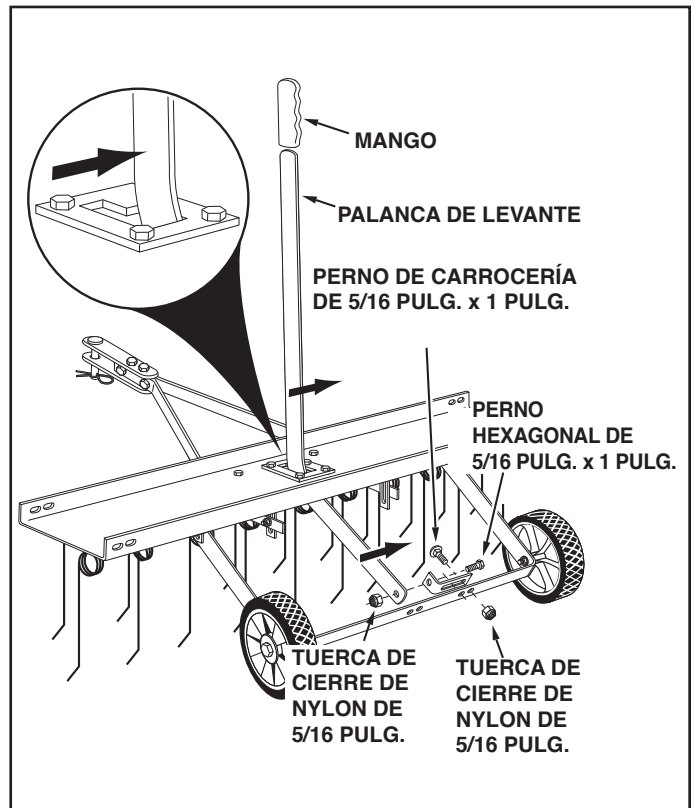

FIGURA 6
11. Acople el soporte de montaje del brazo del enganche al soporte del eje con dos pernos de carrocería (E) de 5/16 pulg. x 1 pulg. y tuercas de cierre de nylon (I) de 5/16 pulg. **No apriete todavía**. Vea la figura 6.
12. Inserte la palanca de levante hacia abajo a través de la plancha de púas. Acóplela al soporte de montaje del brazo de enganche recientemente instalado con un perno hexagonal (D) de 5/16 pulg. x 1 pulg. y una tuerca de cierre de nylon (I) de 5/16 pulg. **Apriete**. Vea la figura 6.
13. Coloque el soporte de montaje del brazo del enganche de manera que haya tensión lateral en la palanca de levante cuando esté fijada en la posición elevada. **Ajuste** las tuercas. Vea la figura 6.
14. Instale el mango (K) en el extremo de la palanca de levante. Vea la figura 6.